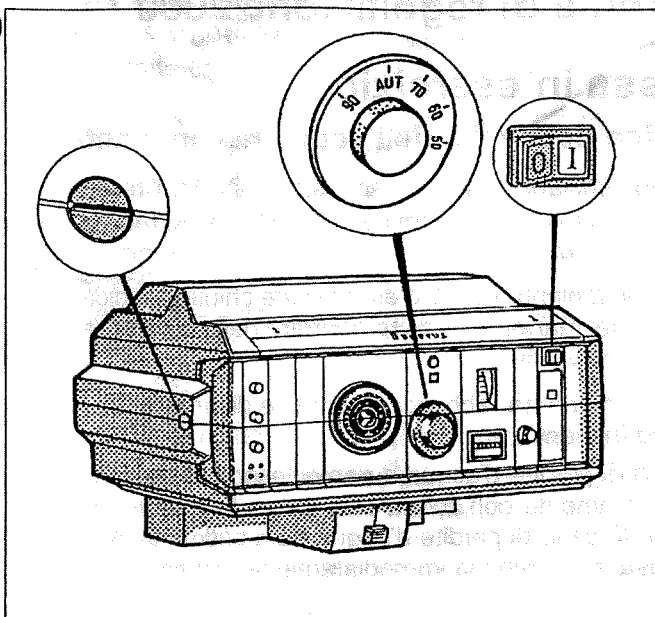
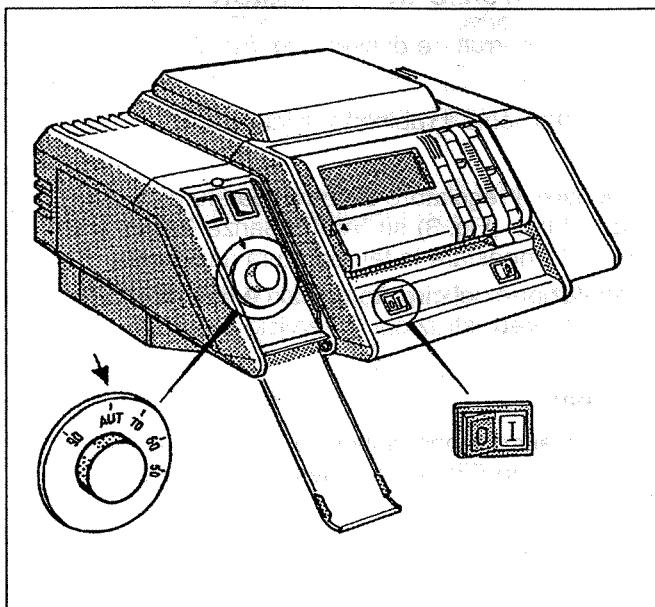

Fig. 5: Sistema di regolazione 3000
Fig. 6: Sistema di regolazione 4000
- Sistema di regolazione 3000: portare l'intaglio della vite della copertura trasparente dell'apparecchio di regolazione (Fig. 5) in posizione orizzontale, ad esempio con una moneta. Rimuovere la copertura trasparente dal davanti.
- Posizionare l'interruttore di esercizio (Fig. 5 e Fig. 6) in posizione I (ON).
- Sistema di regolazione 4000: aprire lo sportello sinistro dell'apparecchio di regolazione (Fig. 6).
- Posizionare il regolatore di temperatura dell'acqua di caldaia (Fig. 5 bzw. Fig. 6) su "AUT". Senza "regolatore Ecomatic" impostare la temperatura desiderata.
- Regolare l'interruttore di esercizio (Fig. 5 e Fig. 6) sulla posizione 0 (Off).